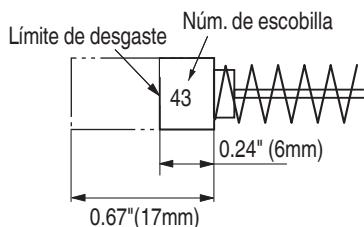

Fig. 5
4. Inspección de las escobillas (Fig. 5)
Utilice las escobillas metabo HPT Núm. 43 indicadas en la Fig. 5.